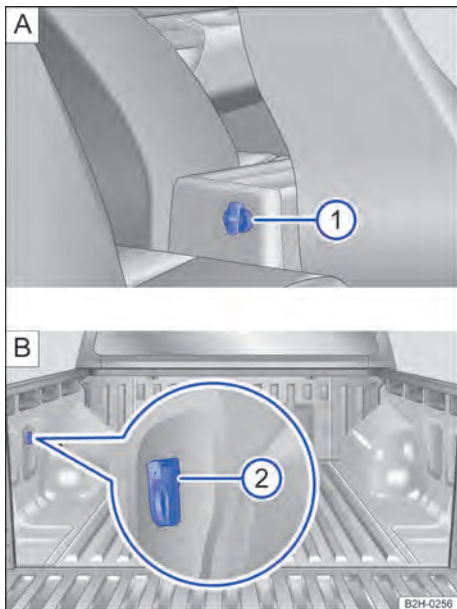

Fig. 119 Tomas de corriente de 12 voltios traseras
- En la parte trasera de la consola central → Fig. 119 ①.
- En el panel lateral izquierdo de la superficie de carga → Fig. 119 ②.